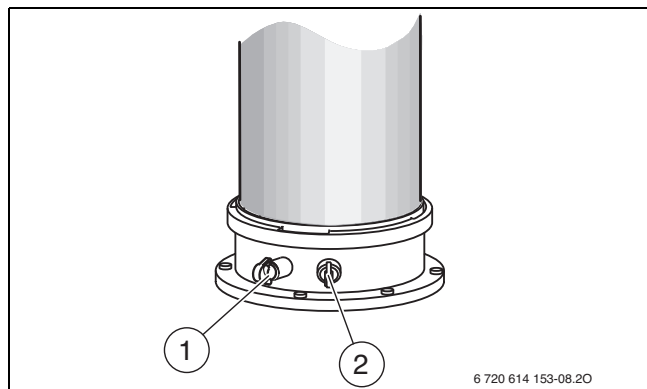

Fig. 46 Orificiul de măsurare a gazelor arse și orificiul de măsurare a aerului de ardere
- ▶ Îndepărtați dopurile de la orificiul de măsurare a gazelor arse [1] (→ Fig. 46).